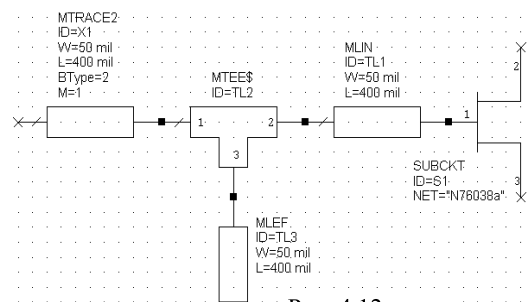

Рис. 4.12
- Перетащите элемент **MLEF** в окно схемы, щёлкните три раза правой кнопкой мышки, чтобы повернуть элемент, поместите его на узел **3** элемента **MTEES** и щёлкните левой кнопкой мышки, чтобы зафиксировать (рис. 4.12).